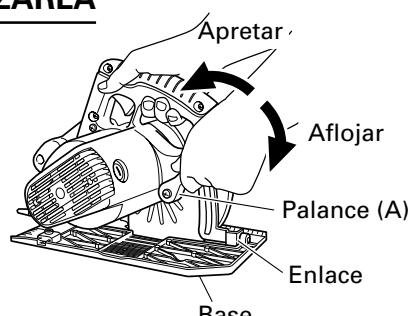
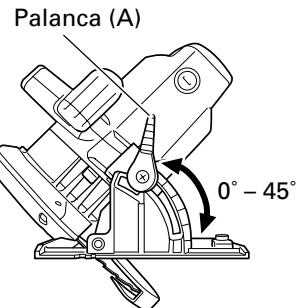

Fig. 10
Fig. 11
**7. Verifique que la palanca (A) se encuentre apretada.**
La flojedad de la palanca (A) para ajustar la profundidad de corte (Fig.10) y de la palanca (A) para ajustar el ángulo de inclinación (Fig.11) puede producir lesiones. Asegúrese de que se encuentren firmemente apretadas.
## 1. Ajuste de la profundidad de corte (Fig. 10)
Tal como se muestra en la Fig.11, aflojando la palanca (A) de la escala de bisel, es posible inclinar la cuchilla de la sierra hasta un ángulo de 45° con respecto a la base.